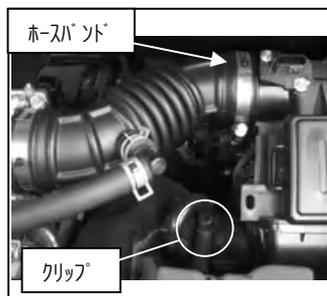

図2
- ④サクションホースのバンドを緩めます。ATブローバイホース固定のクリップを外します。図2参照